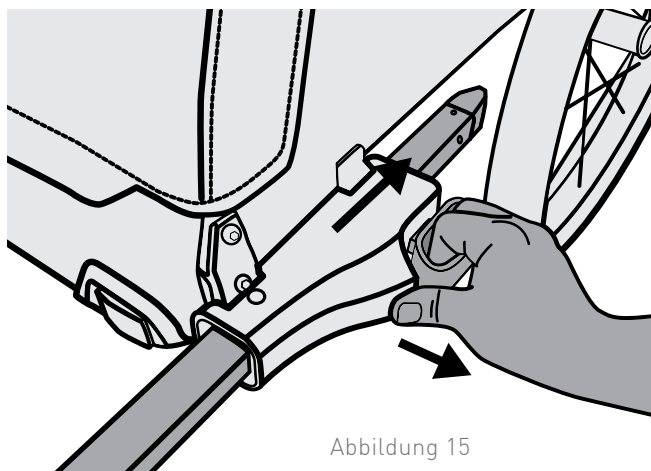

Abbildung 15
2. Stellen Sie die Zugstange in den Schiebe-Modus (Abbildung 15), indem Sie den Zweit-Sicherungsstift entfernen, am Verriegelungsgriff der Schnellaufnahme ziehen und die Zugstange weiter in Richtung Anhänger schieben, bis sie einrastet. Bringen Sie nun den Zweit-Sicherungsstift wieder an.